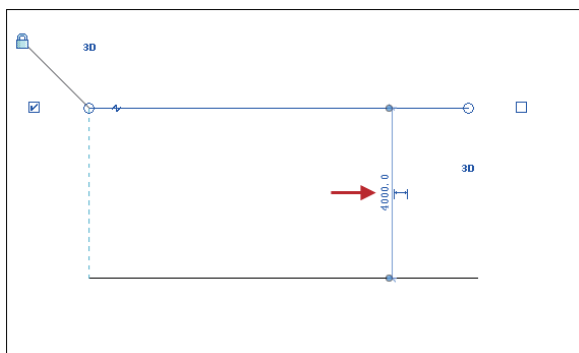

图2-44 创建标高2
- 11 按Enter键，确定标高2的起始位置；向左移动鼠标，根据参照线指定终点位置，创建标高2的效果如图2-44所示。